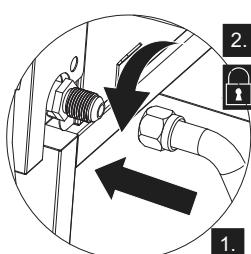

Рис. 1
5. Подсоедините газовый шланг к газовой линии устройства (Рис. 1). Не затягивайте соединение слишком сильно. Для фиксации соединения используйте только поставляемое оборудование. Не используйте уплотнительную ленту или жидкий герметик.